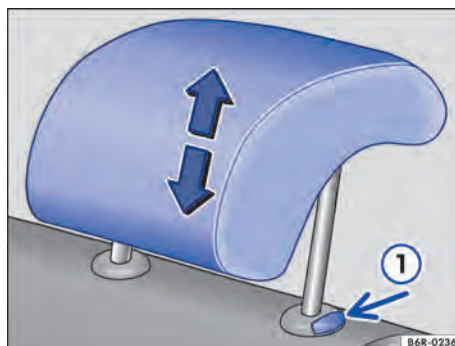

Fig. 63 Ajustar o apoio para cabeça traseiro.
- Empurrar o apoio para cabeça para cima no sentido da seta ou, com o botão → Fig. 63 ⓘ pressionado, empurrar para baixo → ⚠ em *Introdução ao tema* na página 76.